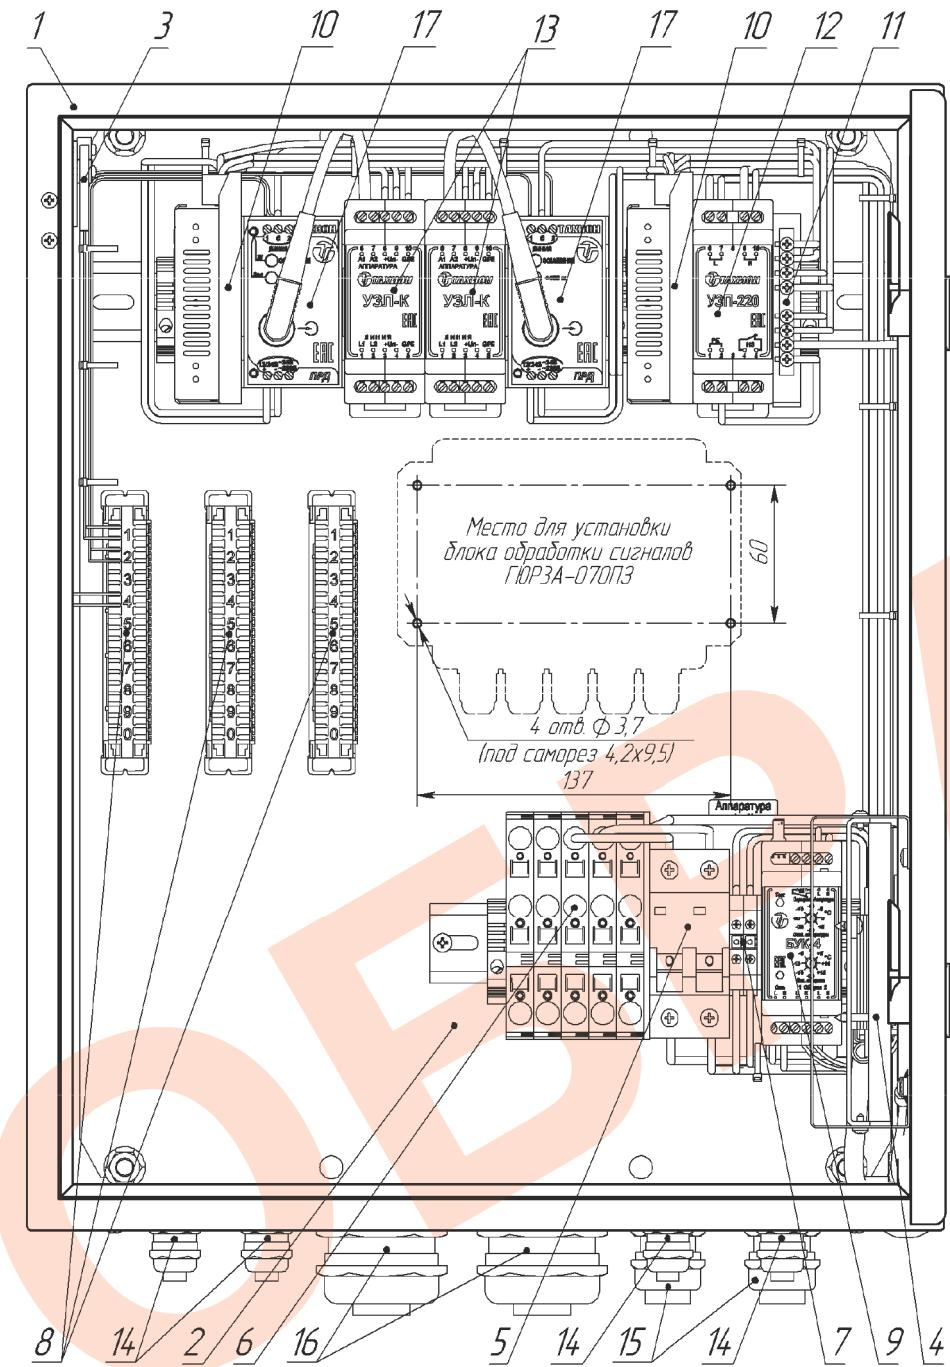
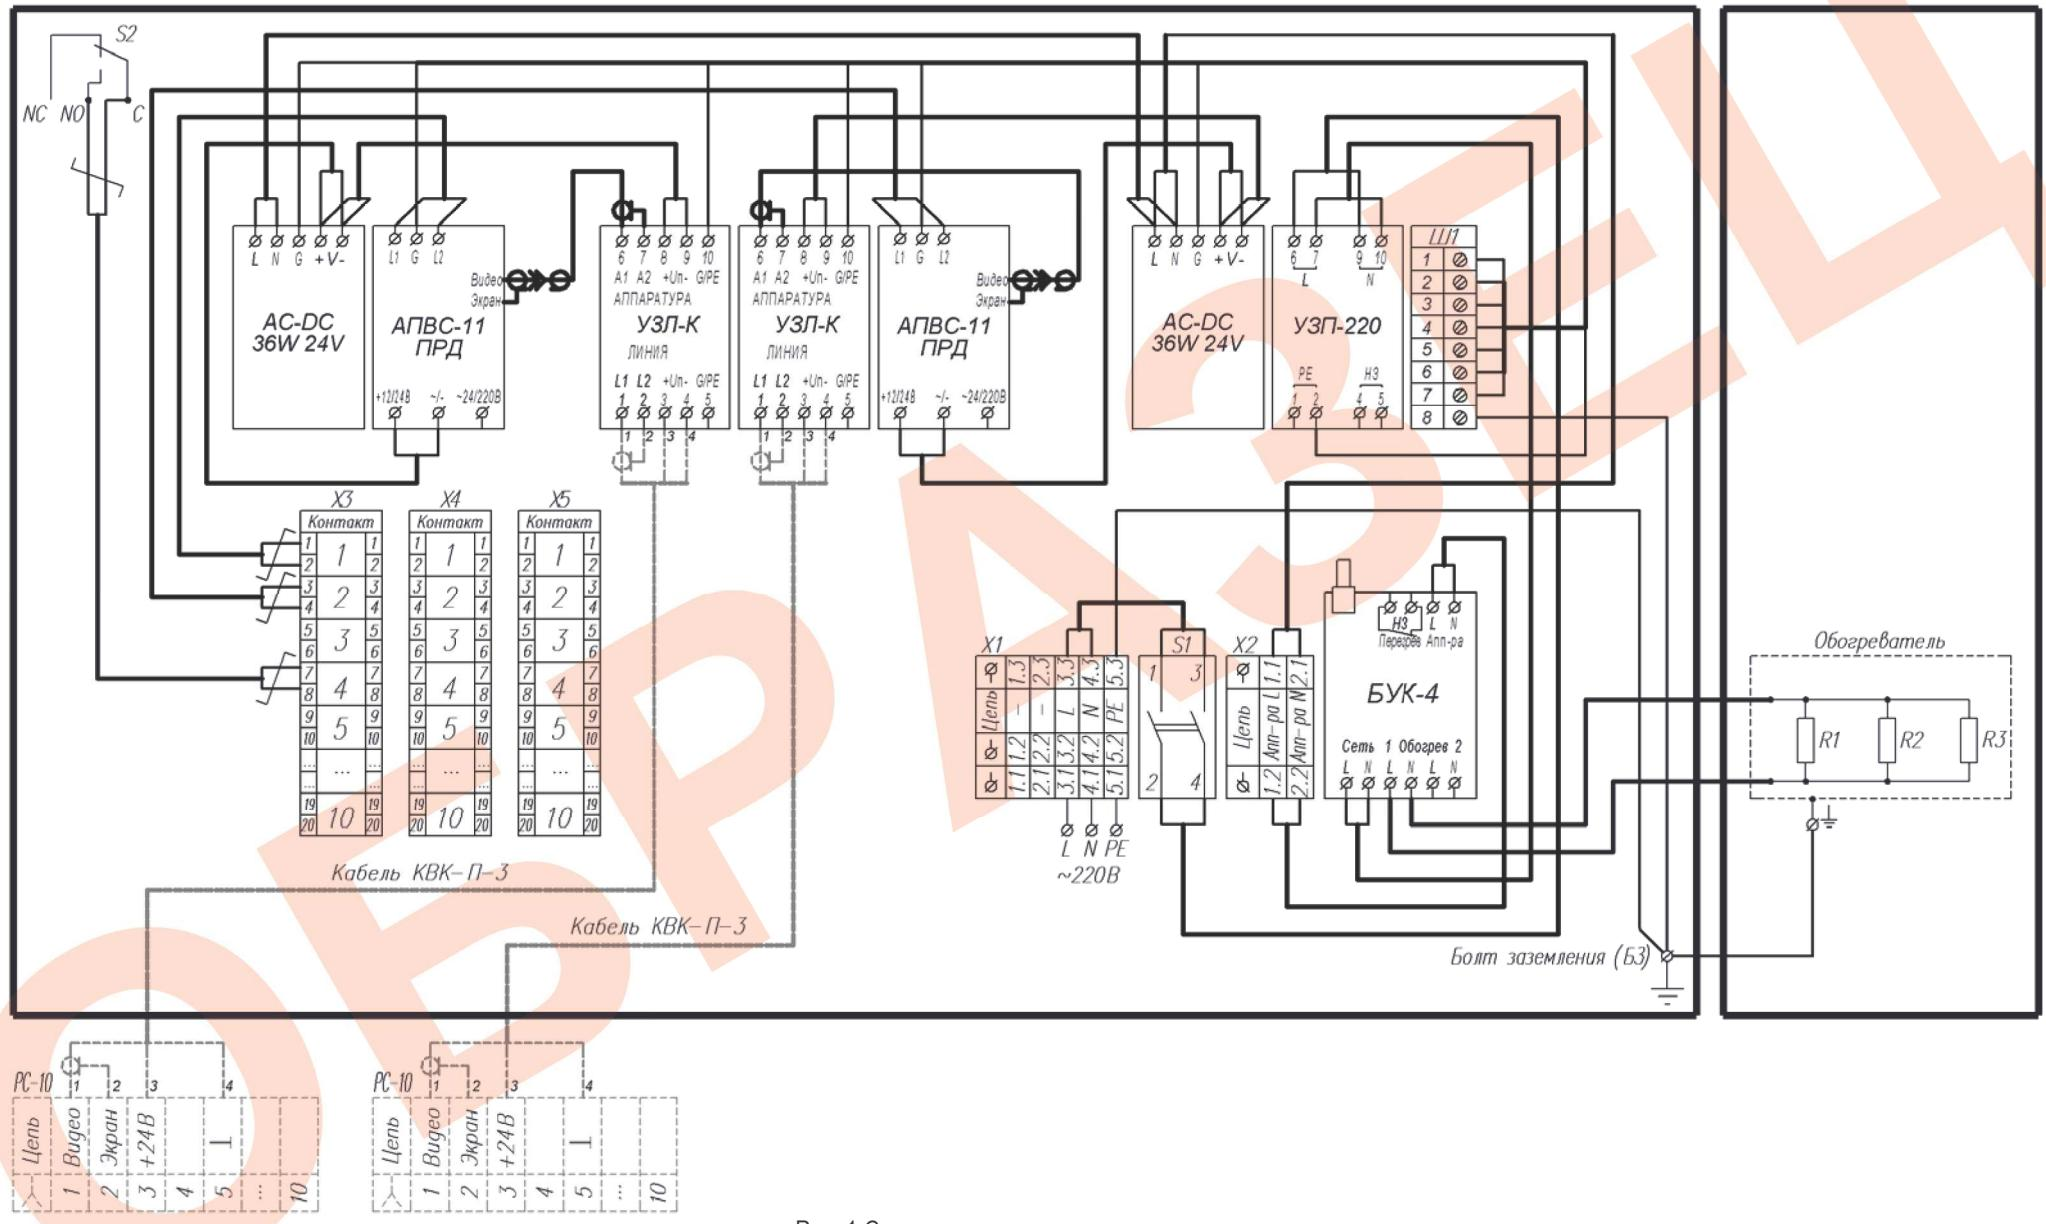

Рис. 2. Устройство термошкафа (дверь открыта на 90°).
Рис. 1 Схема электрическая принципиальная.
Подключение цепей термошкафа производится в соответствии со схемой электрической принципиальной (рис.1). Для подключения необходимо:
3. Подключить к термошкафу стационарные телевизионные камеры (ТВК), подключив их к УЗЛ-К с помощью кабелей КВК-П-3 и разъемов РС-10 согласно схеме (рис.1).
- тамперный контакт S2 (рис.2) к внешнему устройству сигнализации через контакты 7 и 8 (4-я пара) плинта Х3 (рис.1).
5. Подать напряжение питания 220В AC на клеммы Х1, при этом фазный провод (L) соединить с контактом 3.1, нулевой провод (N) с контактом 4.1, а провод заземления соединить с контактом 5.1 (PE).